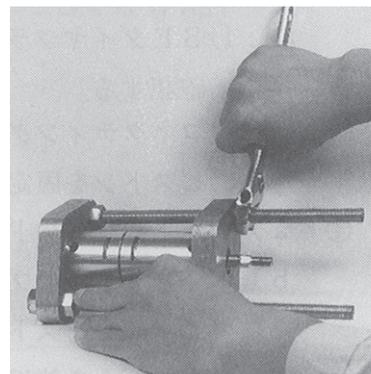

Fig.28
2) ロッドの押し込みが重い時や、ピストンがボンネットRのストッパーまで到達できない場合は、BFダイヤフラムの噛み込みが原因ですので④からやり直して下さい。
⑧ 締め付け治具で、シリンダの各継目が密着するまで(即ち、ボンネットと内部シリンダのロックリング溝がそれぞれ互いに一致する位置まで)シリンダの両端面を平行に圧着する (Fig.28)